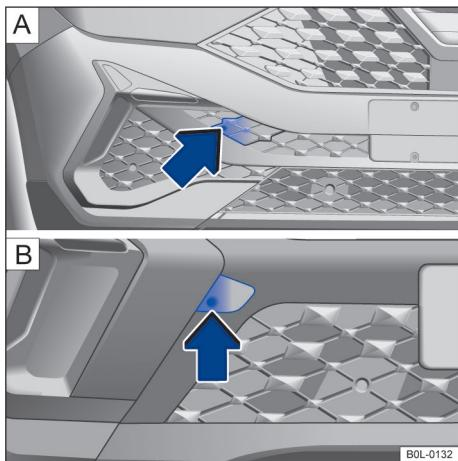

图 133 前保险杠上右侧：取下盖板
- 沿箭头方向按压盖板的右侧区域 → 图 133，松开盖板的卡止件。